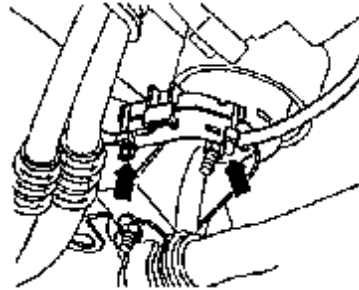

图 2-100 拆卸电缆
(5) 割断电缆接头（如图 2-100 箭头所示），打开起动机电缆定位器，拆下电缆。